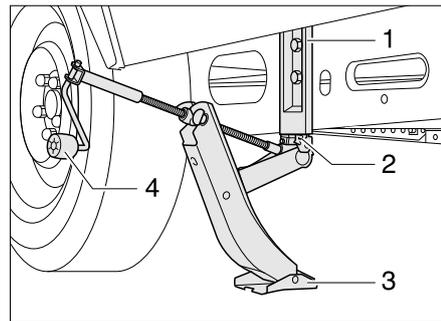

Bild 189 AL-KO-Wagenheber
- AL-KO-Wagenheber: Das Einsteckprofil (Bild 189,2) des AL-KO-Wagenhebers bis zum Anschlag in die Aufnahme (Bild 189,1) einschieben.
- AL-KO-Wagenheber: AL-KO-Wagenheber mit einer Hand festhalten und mit der anderen Hand die Handkurbel (Bild 189,4) im Uhrzeigersinn drehen, bis die Fußplatte (Bild 189,3) Bodenkontakt hat und eben steht.